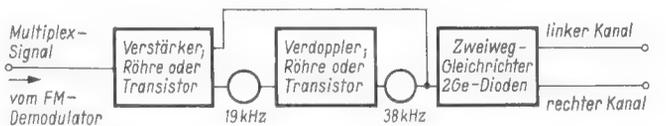
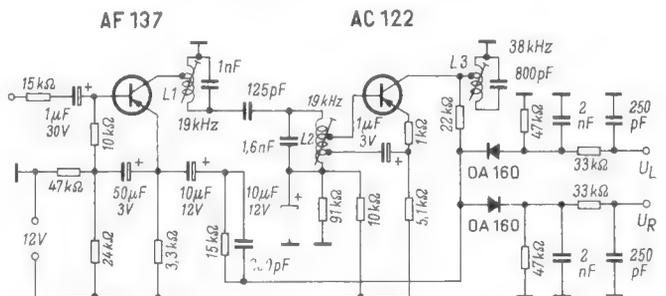
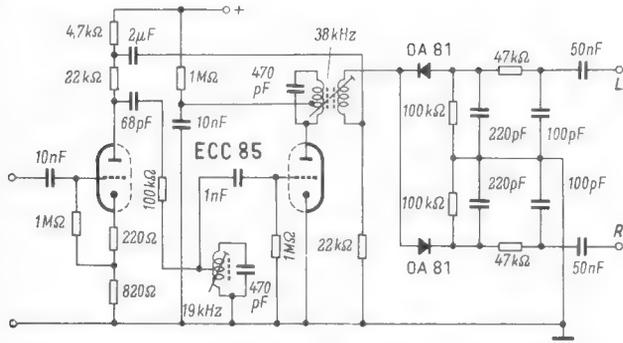
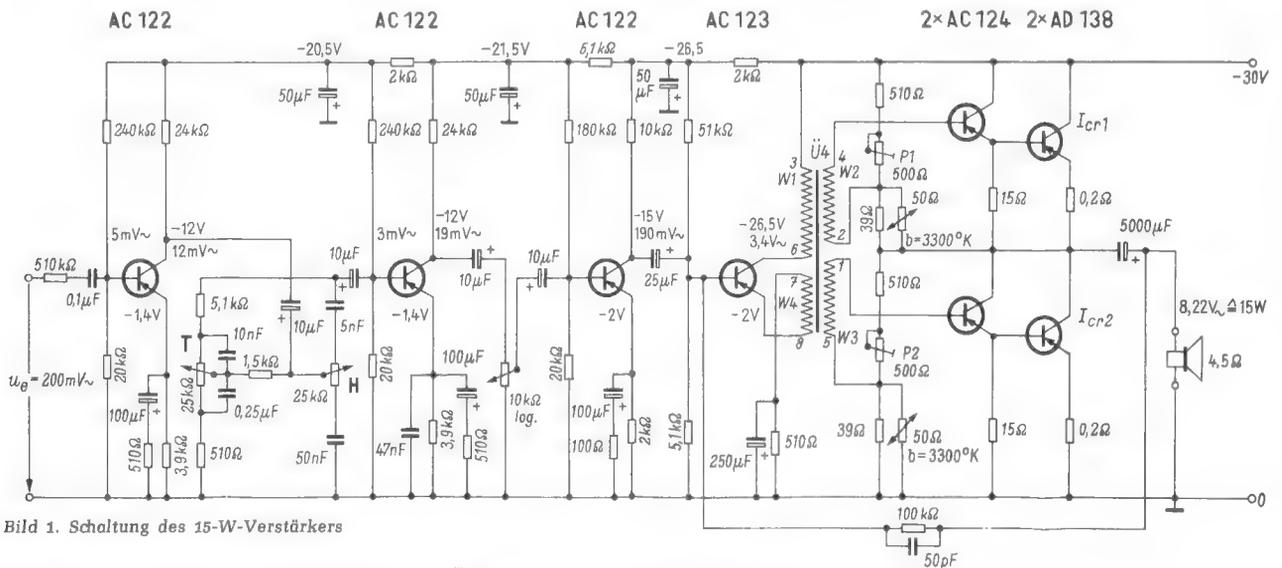

Bild 3. Prinzipschaltung für Decodierung des Stereo-Signals nach der Hüllkurven-Spitzenrichtungsmethode
Bild 4. Schaltbeispiel mit Transistorbestückung nach dem Prinzip von Bild 3 [2]
Bild 5. Schaltbeispiel mit Röhrenbestückung nach dem Prinzip von Bild 3 [3]
Bild 1. Schaltung des 15-W-Verstärkers
Um das Hilfssignal vom Hauptsignal zu trennen, könnte man beim Empfänger in genau umgekehrter Weise verfahren, als es im Sender bei der Aufbereitung des Multiplex-Signals geschieht (Bild 1). Im Empfänger liefert der FM-Demodulator (Ratiofilter) das Multiplex-Signal. Es besteht aus Hauptsignal, Hilfssignal und Pilotton (siehe FtA Mo 21). Dieses Gemisch wird verstärkt und dann durch Filter zerlegt.
Bild 1. Decodierung des Stereo-Signals. Das Multiplex-Signal wird in das Summensignal, das Hilfssignal und das Pilotton zerlegt. Durch Zusetzen von 38 kHz entsteht (L-R). Aus (L-R) und (L+R) wird in einer Matrix (L) und (R) gebildet
Bild 3 bringt die Blockschaltung für eine solche Decodierung, Bild 4 ein Schaltbeispiel mit Transistorbestückung und Bild 5 ein entsprechendes Beispiel mit Röhrenbestückung.
Zu Bild 4. Der Eingangswiderstand der Schaltung ist hochohmig, denn die erste Transistorstufe arbeitet für das Haupt- und Hilfssignal in Kollektorschaltung. Beide Signale werden am Emitter abgenommen und über ein RC-Glied zur Ampli-
Die Schaltung des Verstärkers zeigt Bild 1. Die Zahl der Vorstufen ist bedingt durch die Dämpfung des Netzwerkes zum Verändern des Frequenzganges und durch den hohen Eingangswiderstand des Verstärkers. Der hohe Wert von 500 kΩ wird beim Anschließen von Plattenspielern mit Kristallsystemen benötigt. Beim Betreiben des Verstärkers an einem Hf-Teil mit niederohmigem Demodulator entfällt der vorgeschaltete 510-kΩ-Widerstand. Der Eingangswiderstand liegt dann in der Größenordnung von
Der Treibertransformator besteht aus einem EI-42-Kern und ist mit Dynamoblech IV wechselseitig geschichtet. Um die Streuinduktivitäten herabzusetzen, wurde nur der halbe Wickelraum ausgenutzt und die Primärwicklung doppelt gewickelt und parallelgeschaltet. Dadurch konnten die obere Grenzfrequenz des Verstärkers erheblich heraufgesetzt und der Klirrfaktor bei hohen Frequenzen vermindert werden. Die Wicklungsanordnung geht aus Bild 3 hervor.
Bild 3. Wicklungsanordnung des Treibertransformators. Die Wicklungen W 11 und W 12 ergeben parallelgeschaltet die Wicklung W 1 in Bild 1. Kern: EI 42, Dynamoblech IV, wechselseitig geschichtet. Alle Wicklungen 0,08 mm CuL; W 11 = 2 000 Wdg., W 2 und W 3 = 500 Wdg., bifilar wickeln, W 12 = 2 000 Wdg., W 4 = 100 Wdg.
Rechts: Bild 4. Frequenzgang des Nf-Verstärkers bei maximaler und minimaler Klangbeeinflussung
Eine Gegenkopplung besteht, wie Bild 1 zeigt, aus einer zusätzlichen Wicklung W4 des Treiberübertragers, und eine zweite führt vom Ausgang des Verstärkers auf die Basis des Treibertransistors. Die Gegenkopplungswicklung bewirkt, daß der Innenwiderstand der Treiberstufe verringert wird. Dieser bildet transformiert den Generatorwiderstand der Impedanzwandlerstufe, dadurch wird diese Stufe spannungslinear angesteuert. Diese Gegenkopplungsart be-
Das Netzwerk mit den beiden Potentiometern T und H erlaubt eine getrennte Anhebung und Absenkung der hohen sowie der tiefen Frequenzen. Die Einstellmöglichkeit beträgt bei $15\text{ kHz} + 12\text{ dB}$ bis -14 dB , bei $20\text{ Hz} + 19,5\text{ dB}$ bis $-9,5\text{ dB}$. In Bild 4 ist der Frequenzgang des Verstärkers für lineare Einstellung, maximale Höhen- und Tiefenanhebung sowie maximale Höhen- und Tiefenabsenkung dargestellt.
Mit Hilfe der Stellwiderstände P1 und P2 (Bild 1) werden die Ruhestrome der Endstufentransistoren I_{CR1} und I_{CR2} auf etwa 100 mA eingestellt. Der Feinabgleich auf Klirrfaktorminimum erfolgt mit den gleichen Trimmwiderständen bei der Ausgangsleistung $N_a = 15\text{ W}$ und der Frequenz 1 kHz .